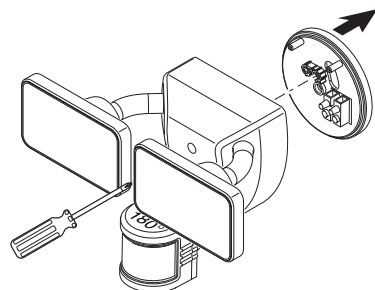

Figura 1
1. De la parte delantera de la lámpara, desenrosque el tornillo grande de montaje que conecta la lámpara a la placa de montaje y retire la placa de montaje (ver Figura 1). El tornillo de montaje está diseñado para permanecer en la lámpara.